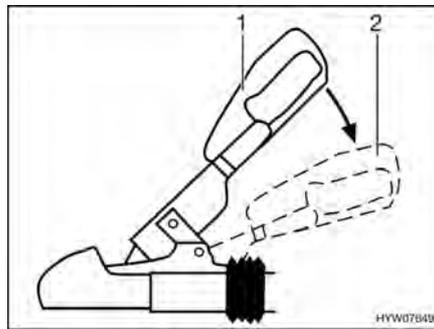

Fig. 197 Tirador de estabilización
- Activar el dispositivo de estabilización. Tirar de la palanca de acoplamiento hacia abajo desde la posición cerrado (Fig. 197,1) hasta el tope (Fig. 197,2).